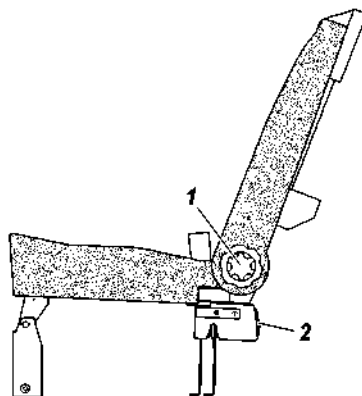

Рис. 3.10. Заднее трехместное сиденье:
Заднее трехместное сиденье (рис. 3.10) может быть разложено для организации спального места или сложено для увеличения объема грузового помещения.
- вращением ручек 1 (рис. 3.10) наклоните спинки заднего трехместного сиденья назад до упора;
– вращением ручек 1 (рис. 3.10) наклоните спинки заднего сиденья вперед до упора;
– расфиксируйте замки заднего сиденья ручками замка 2 (рис. 3.10);